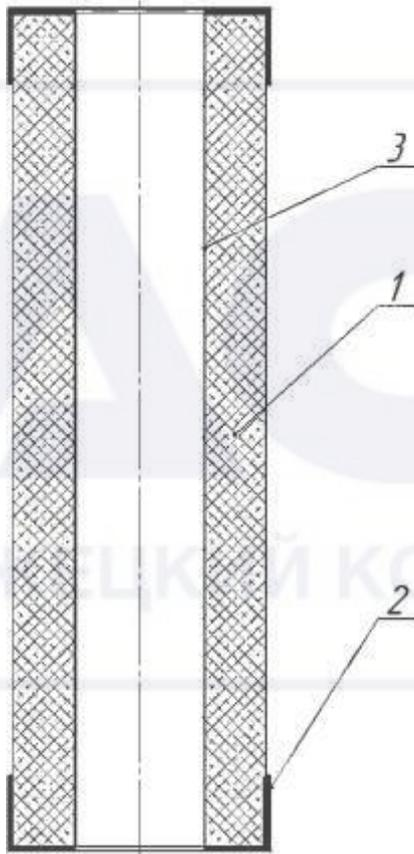

Рисунок 2. Фильтроэлемент.
4.1.2 Конструкция фильтроэлемента представлена на рис. 2.